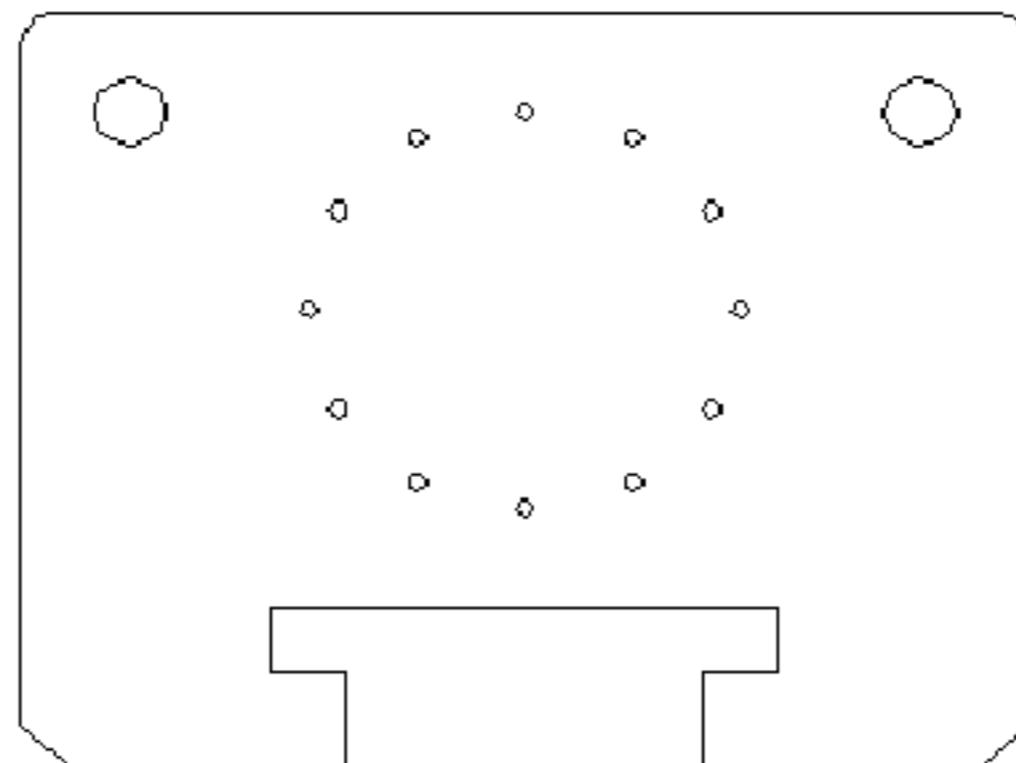

Рис. 4
Сейчас мы создадим отверстия в углах пластины и группу отверстий в её центре (см. рис.4). при выполнении этого задания вы поймёте, как максимально эффективно осуществляется черчение нескольких одинаковых объектов.
10. Нажмите кнопку *Preview* (Просмотр). Произойдёт переход в область черчения, и вы увидите, какой массив создали. Окно *Array* будет содержать только три кнопки, с помощью которых вы можете принять установки массива, изменить их или отменить команду. Если результат вас устраивает, нажмите кнопку Принять (*Accept*). Сравните полученный чертёж с представленным на рис.4.